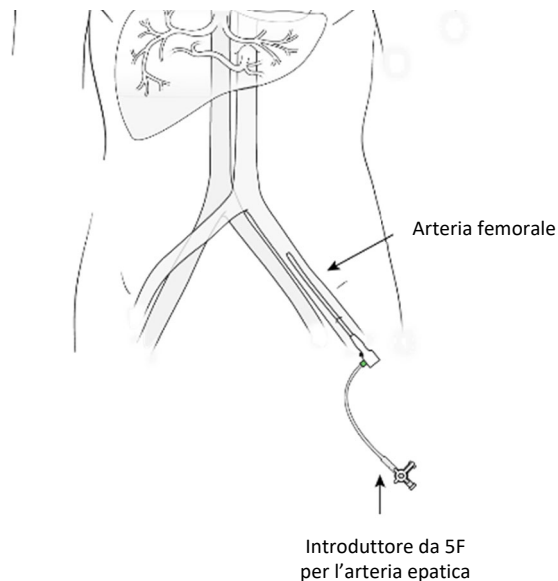

Figura 23
- (a) Utilizzando la tecnica di Seldinger e servendosi di tecniche fluoroscopiche e arteriografiche standard, inserire la guaina di introduzione da 5F nell'arteria femorale (vedere la Figura 23). L'impiego della guida ecografica e di un'unica puntura della parete anteriore dell'arteria femorale, sopra la testa del femore, sono necessari per garantire la comprimibilità di quest'ultima quando si rimuove la guaina. Se si pratica inavvertitamente una puntura sovrainguinale, interrompere la procedura e rimandarla a una data successiva.